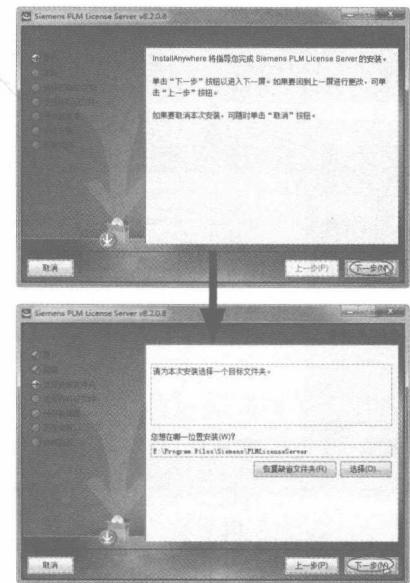

图 1-3
**03** 单击“确定”按钮，弹出许可证服务器安装“简介”界面。单击“下一步”按钮，弹出“选择安装文件夹”界面，如图 1-3 所示。